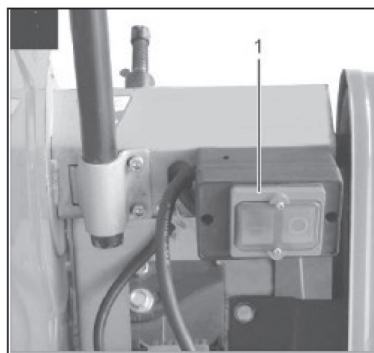

Рис. 8
Для включения модели CS 3040T нажмите кнопку «I» на выключателе (1) (Рис. 8). Для выключения нажмите кнопку «0».